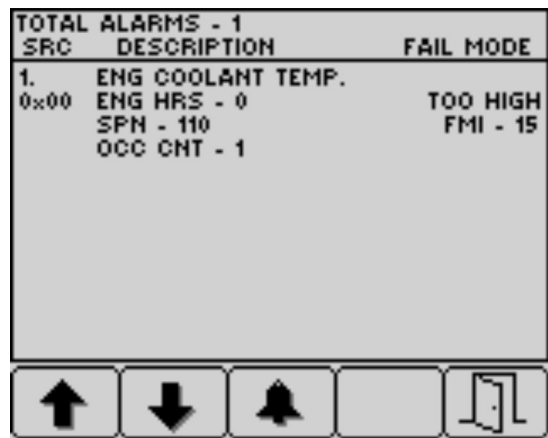

Figura 80
4. Pulse el botón 5 para salir de la lista de fallos activos y regresar a la pantalla de inicio (Figura 80).
5. Pulse el botón 5 para salir de la lista de fallos activos y regresar a la pantalla principal; consulte la Figura 80 en Mensajes de aviso del motor (página 48).